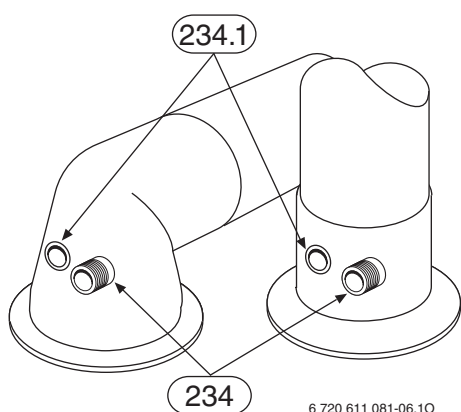

Fig. 43 Analisi di combustione
3. Operazione su sistema concentrico (orizz o vert./ Fig. 43)
- Rimuovere il tappo dei gas combustivi presso la presa di analisi combustione (234).